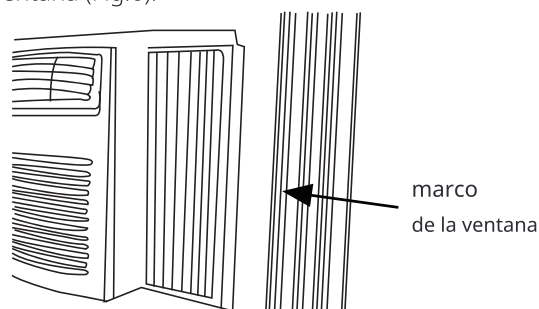

Fig.6
- B. Extienda los paneles laterales contra el marco de la ventana (Fig.6).